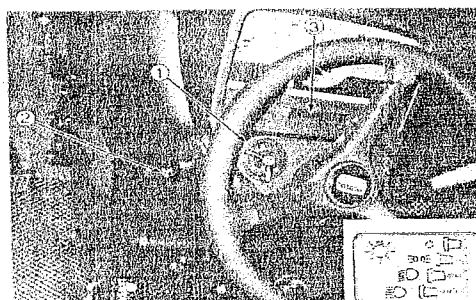

**Fig.7 – 1. Interruptor conjunto,
Este interruptor principal, conforme mostra a fig. 7, é um interruptor que se activa quando se puxa. As posições são as seguintes:
Caso o atrelado esteja montado no tractor, a luz de aviso do atrelado (3), fig.7, pisca juntamente com as luzes do tractor.